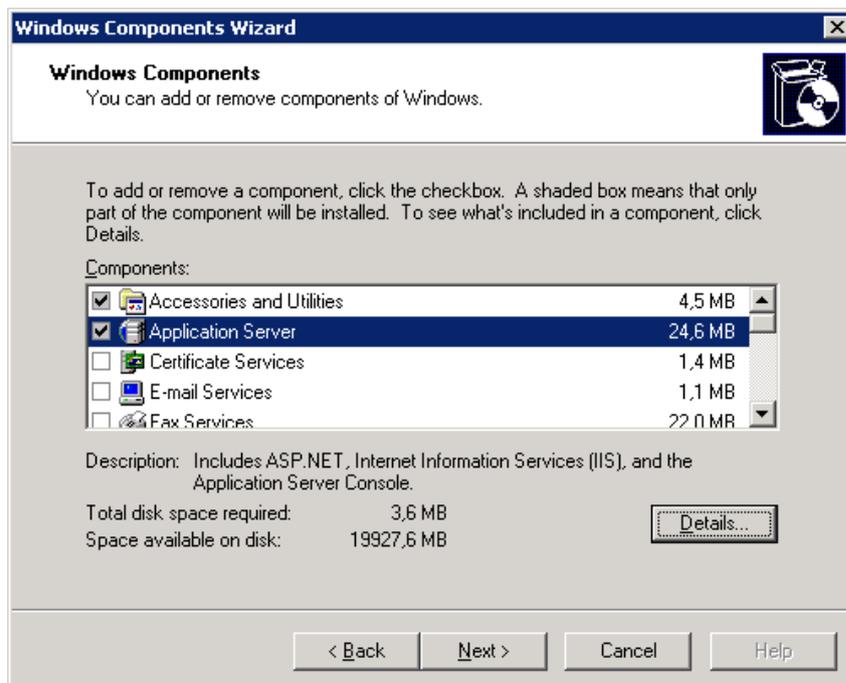

Рисунок 15 - Мастер настройки компонент Windows 2003 Server
- в окне мастера настройки компонент Windows 2003 Server выбрать строку **Сервер приложений (Application Server)**, нажать кнопку **Подробнее... (Details...)** (рисунок 15);